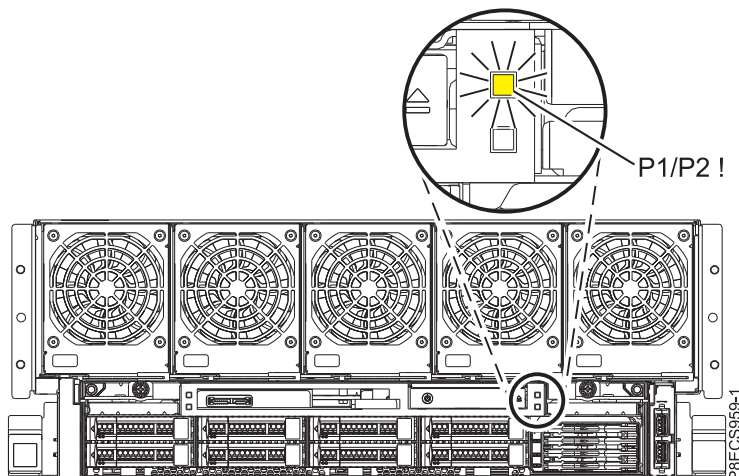

Figure 2. Voyant de panne **P1/P2 !** situé à l'avant du système 8408-44E ou 8408-E8E
8. Notez l'état du voyant de panne **P1/P2 !** situé à l'avant des systèmes 8408-44E ou 8408-E8E, comme illustré dans la figure 2.